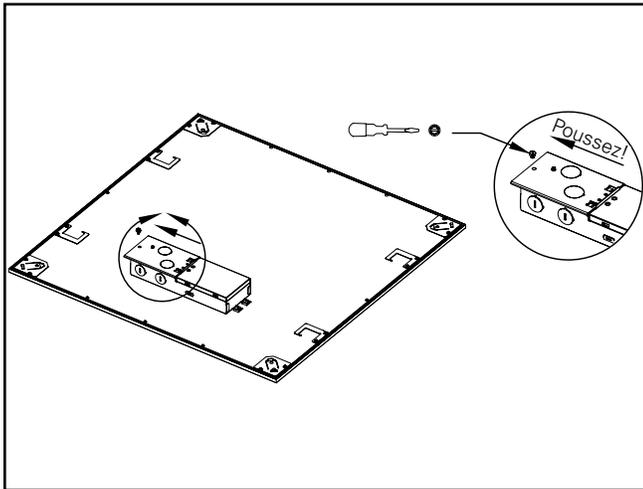

Figure 1.
3. Trouvez le couvercle de la boîte de jonction du luminaire et ouvrez-la en la tirant. (Figure 1.)